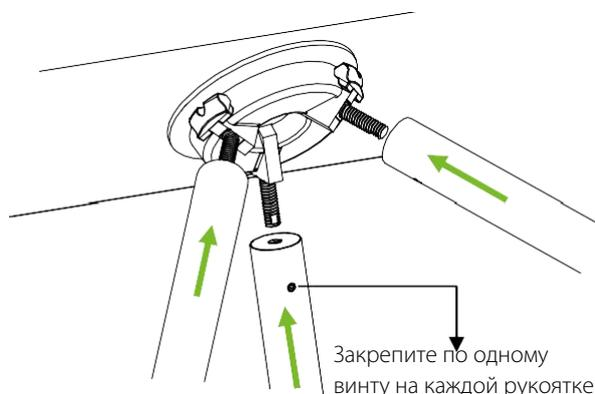

Рис. 2-3
2. Закрутите планки к точкам соединения до фиксации и используйте шестигранный ключ, чтобы закрепить по одному винту на каждой планке, как показано на рис. 2-3.